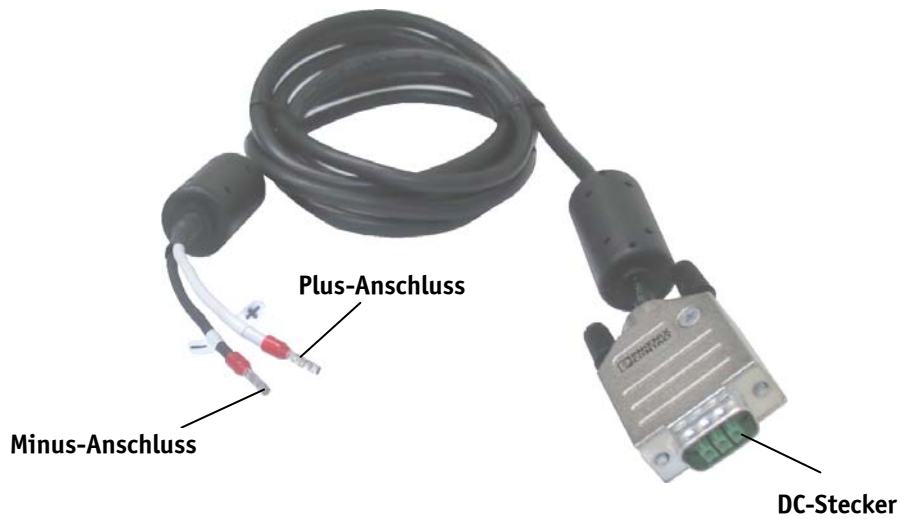

Abb. 20: DC-Stromversorgungskabel
3. Schließen Sie das andere Ende des DC-Stromversorgungskabels an die Anschlüsse des 24VDC-Versorgungsstromkreises an. Achten Sie dabei auf die Polarität der Anschlüsse. Die Leitungen des DC-Stromversorgungskabels sind mit Plus (+) und Minus (-) beschriftet (siehe Abb. 20).